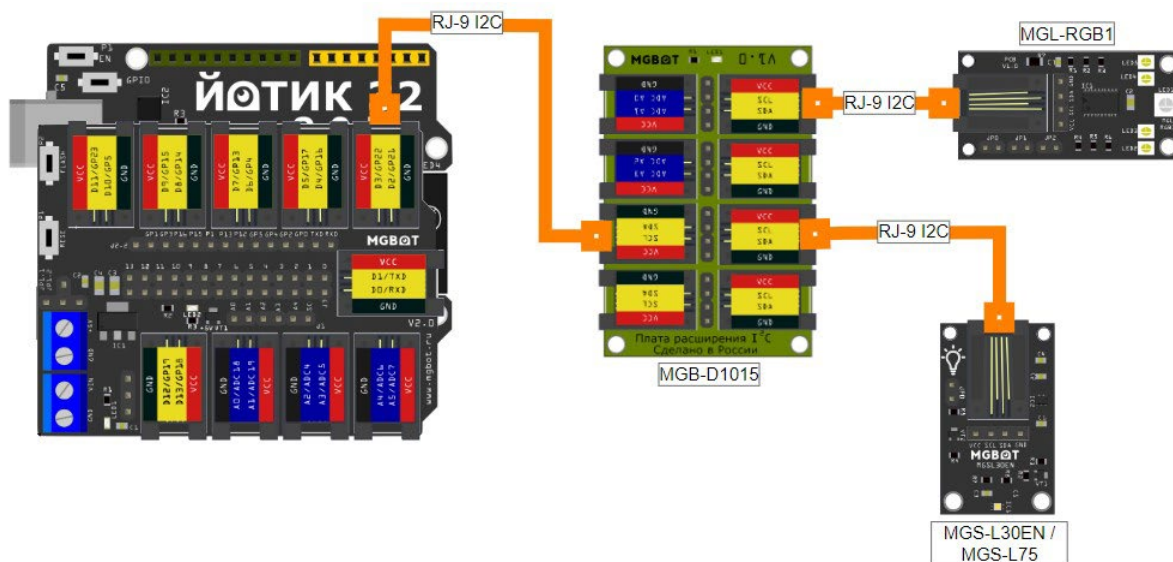

Рисунок 4.Схема подключения компонентов для системы динамического освещения
13. **Отключить питание, собрать схему (рис. 4) – оба модуля на одной шине I2C**